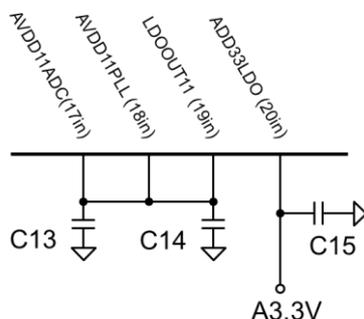

Figure 2-8 LDO の外付け回路例
- ・ Figure 2-8 に LDO 回路の外付け回路例を、Table 2-4 にその回路定数例を示します。Figure 2-8 に示すように、デカップリングコンデンサは電源端子の直近に配置して下さい。